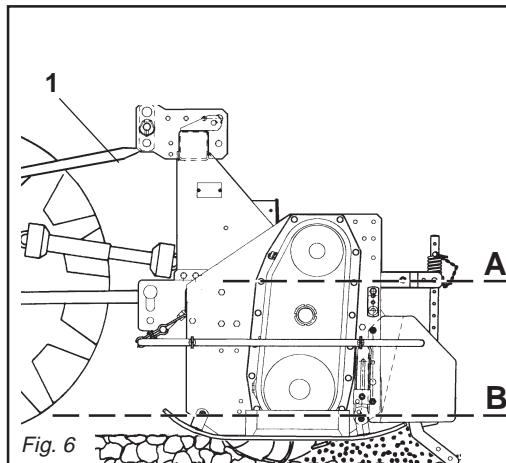

Fig. 6
- 4 - Collegare il terzo punto superiore ed effettuare una corretta regolazione con il tirante (1 Fig. 6) verificando che il piano superiore della zappatrice (A Fig. 6) risulti parallelo al piano terra (B Fig. 6). Ciò è molto importante allo scopo di ottenere il parallelismo tra l'asse della zappatrice e quello della presa di forza del trattore. Operare in queste condizioni significa limitare le sollecitazioni sulla presa di forza stessa e prolungare la durata dell'albero cardanico e della zappatrice stessa.
- 4 - *Connect the upper third-point and correctly regulate by means of the adjuster (1 Fig. 6), checking that the upper surface of the steerage hoe (A Fig. 6) is parallel to the ground (B Fig. 6). This is very important since it achieves parallelism between the axis of the steerage hoe and that of the tractor pto.*
- 4 - Den oberen Kupplungspunkt anschließen und den oberen Lenker (1 Abb. 6) korrekt einstellen. Sicherstellen, daß die obere Haubenkante der Hackfräse (A Abb. 6) parallel zum Boden (B Abb. 6) steht. Das ist sehr wichtig, um die Parallelität zwischen der Achse der Hackfräse und der der Schlepper-Zapfwelle zu erhalten. Wenn diese Parallelität gegeben ist, wird die Zapfwelle weniger belastet und das Leben von Gelenkwelle und Gerät wird verlängert.
- 4 - *Reliez le troisième point supérieur et réglez correctement à l'aide du tirant (1 Fig. 6).*
*Assurez-vous que le plan supérieur de la houe rotative (A Fig. 6) soit pratiquement parallèle au terrain (B Fig. 6). Ceci est très important en vue d'obtenir le parallélisme entre l'axe de la houe et celui de la prise de force du tracteur.*
- 4 - Conectar el tercer punto superior y efectuar una correcta regulación con el tirante de regulación (1 Fig. 6) controlando que el plano superior de la binadora (A Fig. 6) resulte paralelo al plano al nivel del suelo (B Fig. 6). Esto es muy importante para obtener paralelismo entre el eje de la binadora y el eje de la toma de fuerza del tractor. Esto permite limitar los esfuerzos sobre la toma de fuerza misma y hacer durar el árbol cardánico y la máquina misma.